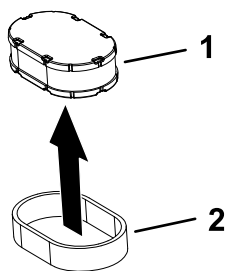

Figura 39
5. Separai elementele din spumă i cele din hârtie (Figura 39).